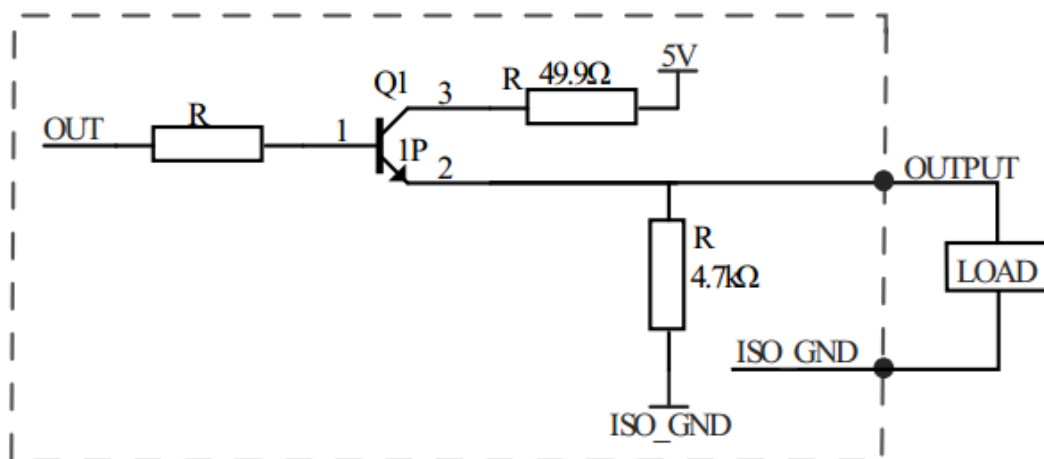

图 2.9 增强型输出接口接线推荐方案
(2) 增强型输出接口（OUT0（PIN2）、OUT1（PIN10）），其输出的最大电流为 20mA，接线推荐方案如图 2.9，虚框内为控制卡内部电路。